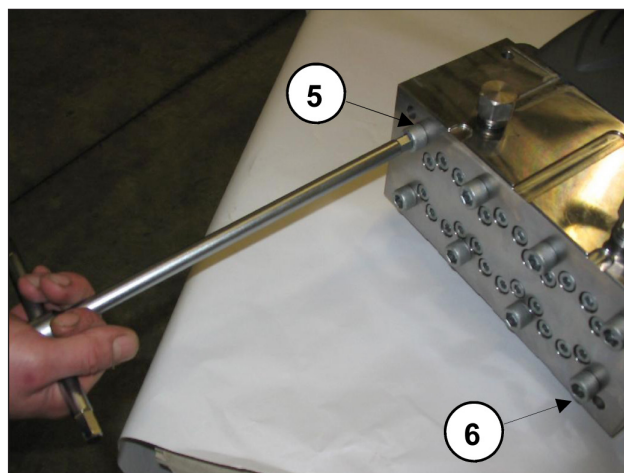
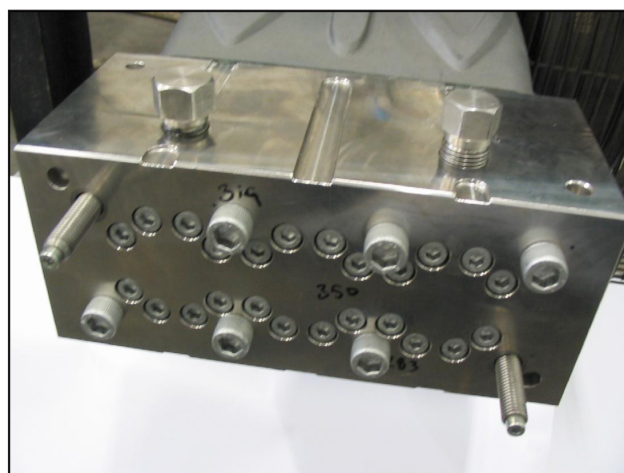

Fig. 17
Fig. 18
- Svitare le viti fissaggio testata M12x260 N° 5 e N° 6 come indicato in Fig. 17 sostituendole con due viti -spina di servizio (cod. 27508200) come indicato in Fig. 18. Quindi procedere alla rimozione delle restanti viti.